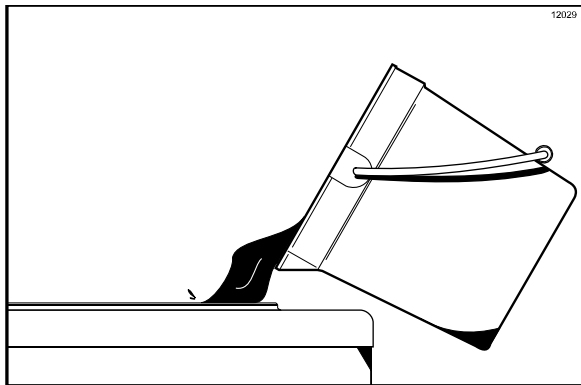

Figure 99
1. Verser 7,6 litres (2 gallons) d'eau fraîche et propre dans le réservoir de mélange à shake. Au moyen de la brosse blanche du réservoir, frotter le réservoir à mélange, les sondes de détection de niveau de mélange et l'extérieur du logement de l'arbre d'entraînement de l'agitateur. Avec la brosse double, frotter l'orifice d'admission de mélange (Cf. Figure 99).